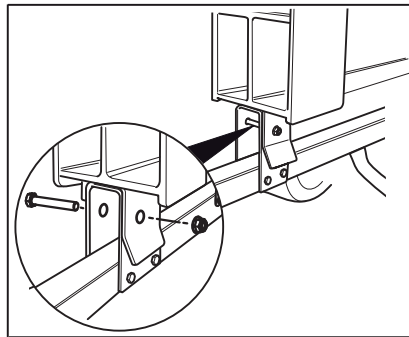

Fig.6b
- Schraube und Mutter (A) montieren und festziehen. Bild 6b